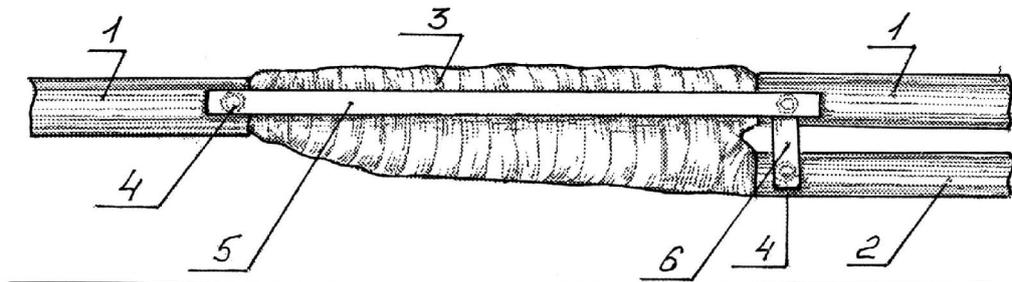

Рис. 5. Восстановление поясной изоляции и непрерывности экрана.
4.7. Непрерывность экрана восстанавливается с помощью экранной шины и перемычки, которые закрепляются гайками на шпильках соединителей экрана (Рис. 5).